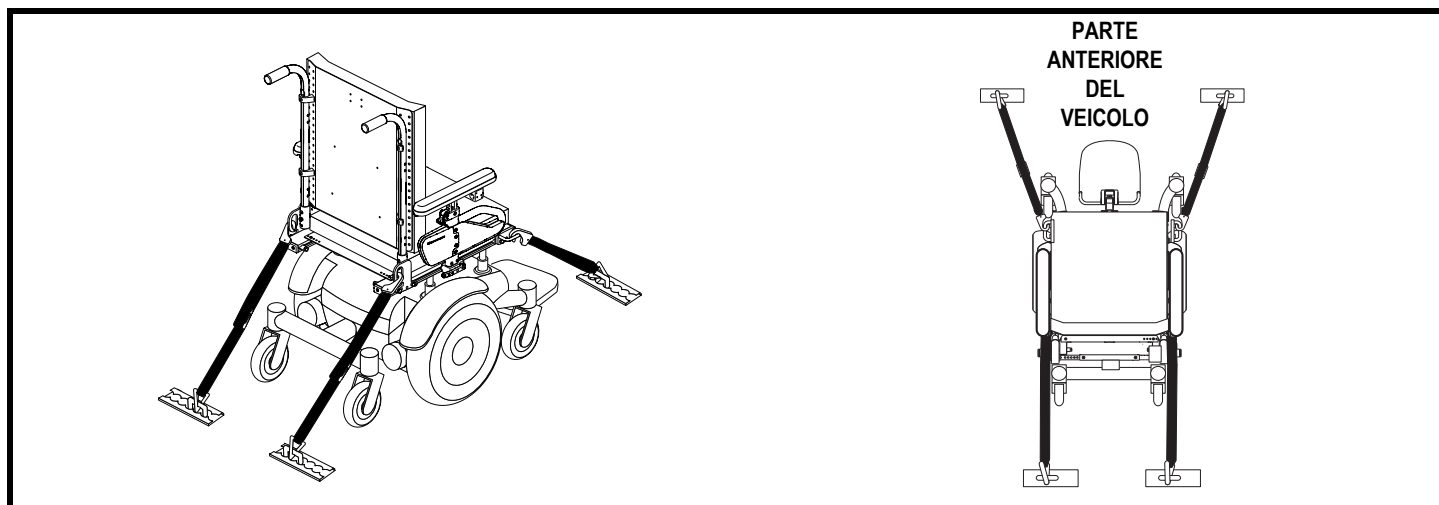

Figura 9. Punti di fissaggio del sistema senza passeggero
- Posizionare i punti di ancoraggio per le fascette posteriori dietro i punti di passaggio posteriori della Carrozzina. Le fascette di fissaggio anteriori devono ancorarsi a punti del pavimento a distanza maggiore della larghezza della Carrozzina per fornire una maggiore stabilità laterale. **Vedere figura 9.**